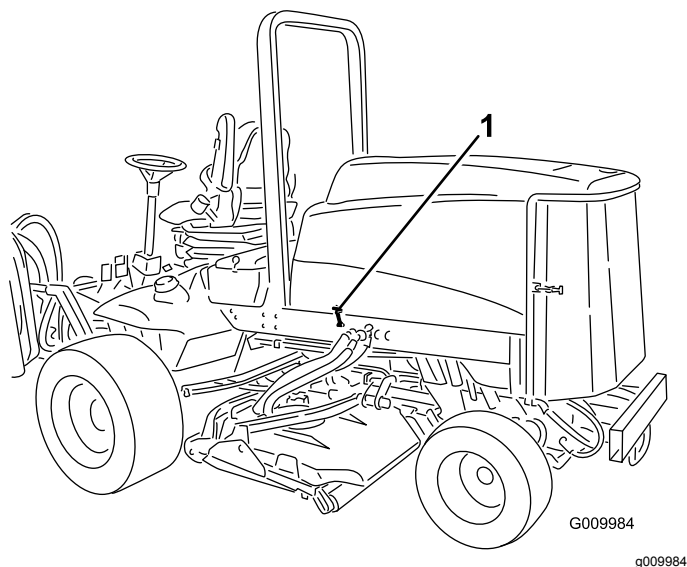

Figura 45
1. Solte os trincos do capot (Figura 45) e levante o capot.